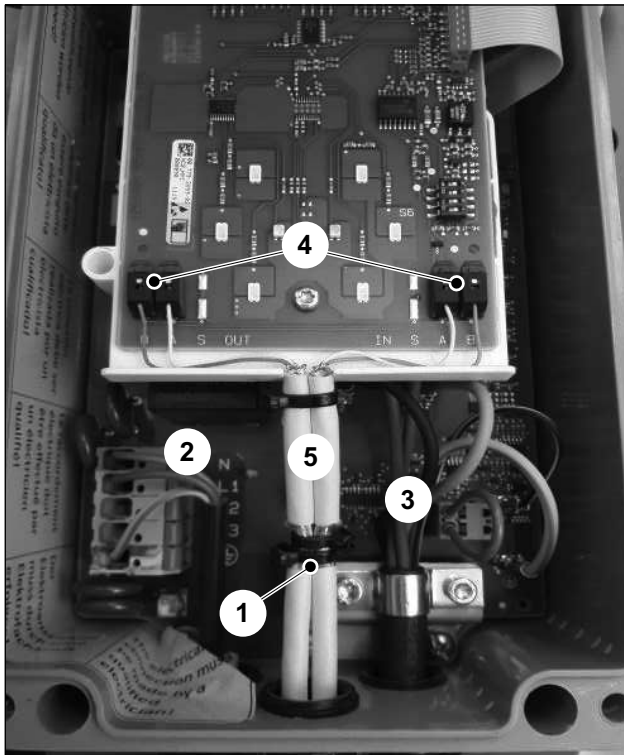

Abb. 5 Kabeleinführung bei Line-Verdrahtung
Zu allen anderen Wallboxen sind jeweils zwei Busleitungen geführt "IN" und "OUT" (Abb. 5).
Die Einzeladern der Spannungsversorgung (Abb. 5/2) und des Ladekabels (Abb. 5/3) müssen in größtmöglichen Abstand zu den Busleitungen verlegt sein.
3. Befestigen Sie die freigelegten Schirme mit Hilfe von einem oder zwei Kabelbinder/n an der Schirmauflage (Abb. 5/1).
4. Isolieren Sie jeweils zwei Einzeladern ca. 8 mm ab und schließen diese an den entsprechenden Klemmen (Abb. 5/4) an.
Die Busleitungen müssen zwischen Schirmauflage und Anschlussplatine (Abb. 5/5) ummantelt ausgeführt sein.